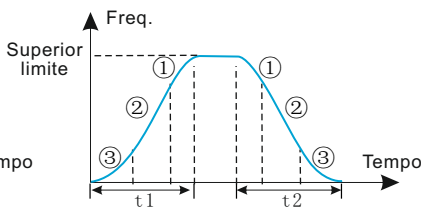

Fig.6-5 Curva S Acc / Dec
1: Curva S Ac / Dec. A frequência de saída aumenta ou diminui conforme a curva s mostrada na Fig.6-5.
Tempo do estágio inicial da curva S mostrado na Fig.6-5 (3). A inclinação da curva está aumentando de 0.
Tempo do estágio de ascensão da curva S mostrado como Fig.6-5 (2). A inclinação da curva permanece constante.
Tempo do estágio final da curva S mostrado como Fig.6-5 (1). A inclinação da curva está diminuindo para 0.